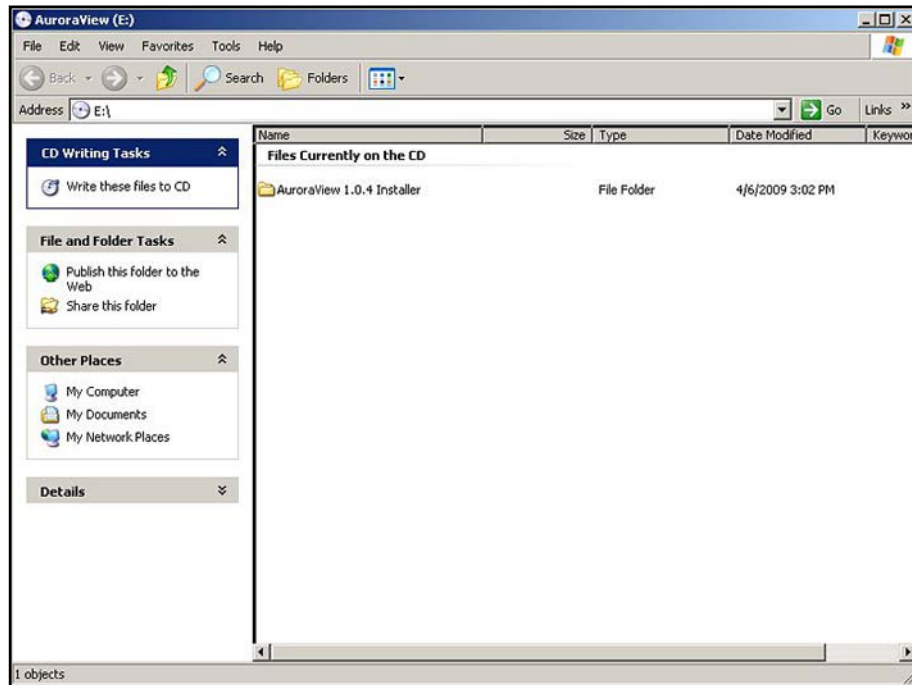

図 51: 初期画面
2. インストールプログラムが自動的に実行されます（以下の図 51 を参照）。自動的に実行されない場合は、**Start**（開始）→ **Run**（実行）→ **Browse**（参照）の順に選択します。